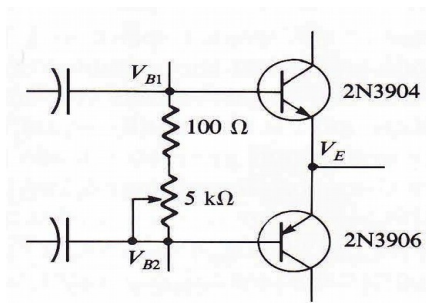

Figura 3: Amplificador con Potenciómetro
4. Desconecte la señal de entrada y reemplace el potenciómetro y el resistor con dos diodos 1N914 o 1N4148 como muestra la figura 3. Vuelva a conectar la fuente y observe la señal de salida. Explique el resultado. Mida los valores de los voltajes  $V_{B1}$ ,  $V_{B2}$  y compare con los esperados.